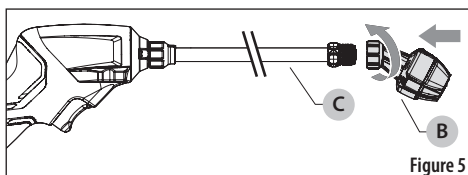

Figure 5
Installez la buse 3-en-1 (B) sur l'extrémité de la rallonge de la lance (C). Tournez dans le sens des aiguilles d'une montre pour serrer. Voir Figure 5.